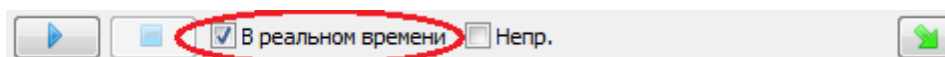

Рис. 4.11 Режим воспроизведения «В реальном времени»
5. В программе «Воспроизведение сигналов» следует установить режим воспроизведения «В реальном времени» (Рис. 4.11).